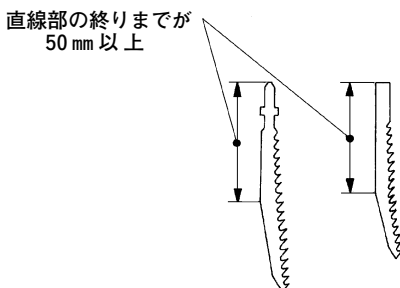

図 6
- (1) ブレード止めボルトを付属の六角棒スパナでゆるめます。
- (2) のこ刃を前向きにし、ガイドローラの溝にのこ刃の背を入れながらセットリングに十分にさし込みます。
- (3) ブレード止めボルトを十分に締付けます。
- ・ ガイドローラを使用できるブレードは、図6に示す背面の直線部の終りまでが、50 mm以上あるブレードだけです。CJ 65 VEでは、これ以外のブレードは使用しないでください。CJ 55, CJ 55 VAの場合は、ガイドローラを後方へずらしてブレードに当てないで使用してください。